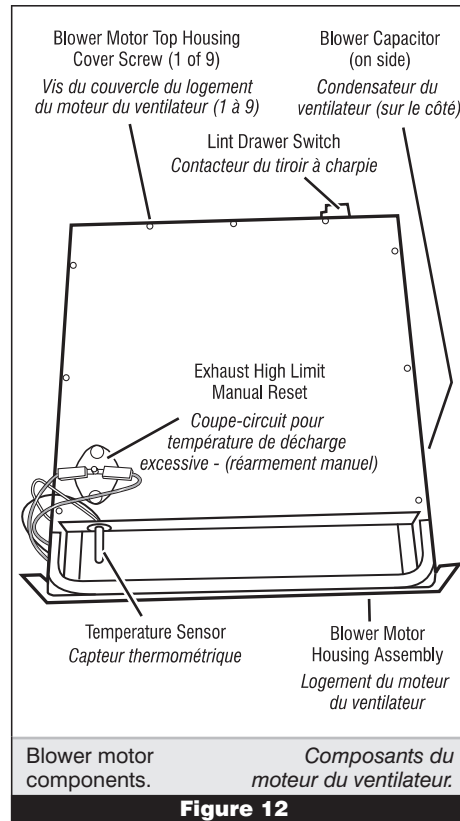

Figure 12
The blower assembly includes the temperature sensor, exhaust high limit, lint drawer switch, and blower motor. See figure 12.
L'ensemble ventilateur inclut capteur thermométrique, coupe-circuit pour température de décharge excessive, contacteur du tiroir à charpie, et moteur du ventilateur. Voir figure 12.
- c) Pull the blower motor housing assembly far enough forward so you can access the lint drawer switch. See figure 12.
- c) Tirer le logement du moteur du ventilateur suffisamment vers l'avant pour pouvoir accéder au contacteur du tiroir à charpie. Voir figure 12.